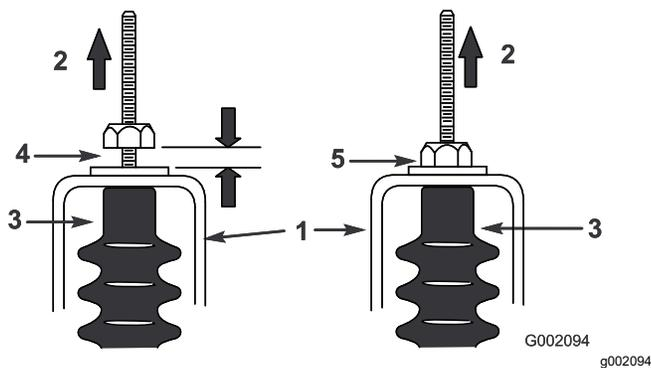

Figure 63
5. Tirez sur chaque câble de sélection et vérifiez qu'un espace de 0,76 à 1,52 mm existe entre l'écrou/la rondelle et la patte de réglage du point mort (Figure 63).